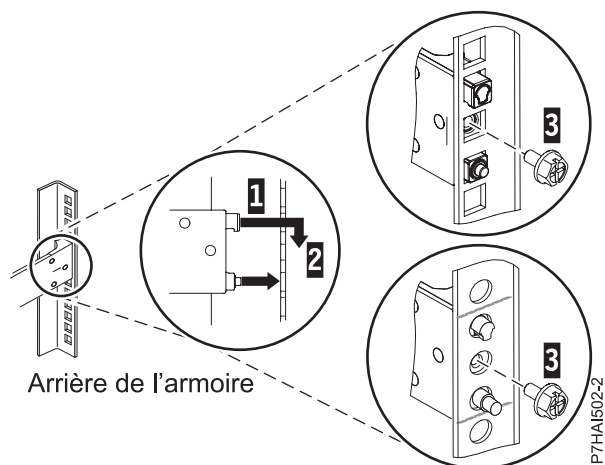

Figure 20. Alignement et fixation des broches dans les trous situés à l'arrière de l'armoire
3. Alignez les deux broches situées à l'arrière de la glissière, sur les trous supérieur et inférieur précédemment marqués de l'unité EIA sélectionnée. Tirez la glissière vers vous et insérez les deux broches dans les deux trous de l'armoire (1) et abaissez la glissière (2) pour engager le crochet sur la broche. Pour plus de détails, voir figure 20. Avant de passer à l'étape suivante, vérifiez que les deux broches traversent les trous de l'armoire.